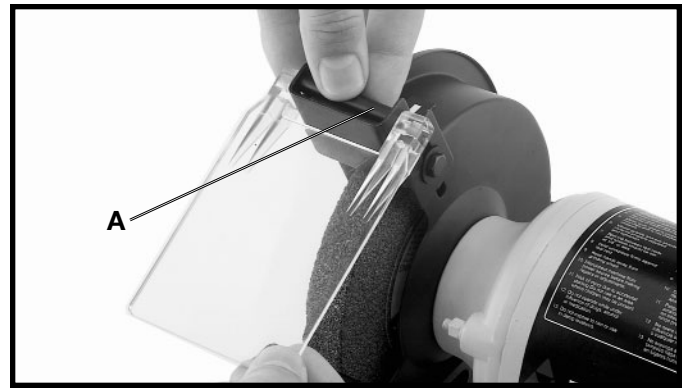

Fig. 7
2. Alignez les trous de la visière avec ceux du pare-étincelles et placez la douille de la visière (A) fig. 7 dans l'espace du pare-étincelles.